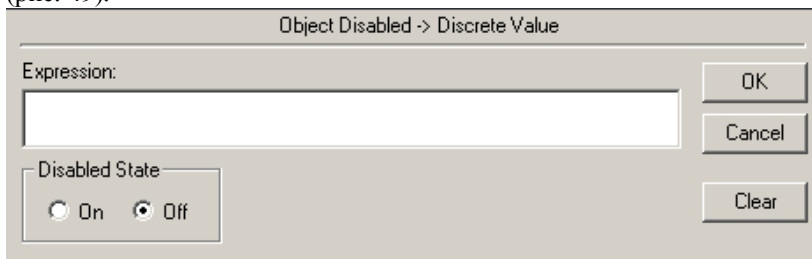

Рис. 49. Диалог настройки отключения объекта.
- **Отключение (Disable)** - позволяет отключить сенсорную функцию объекта при определенном значении тэга или выражения (рис. 49).